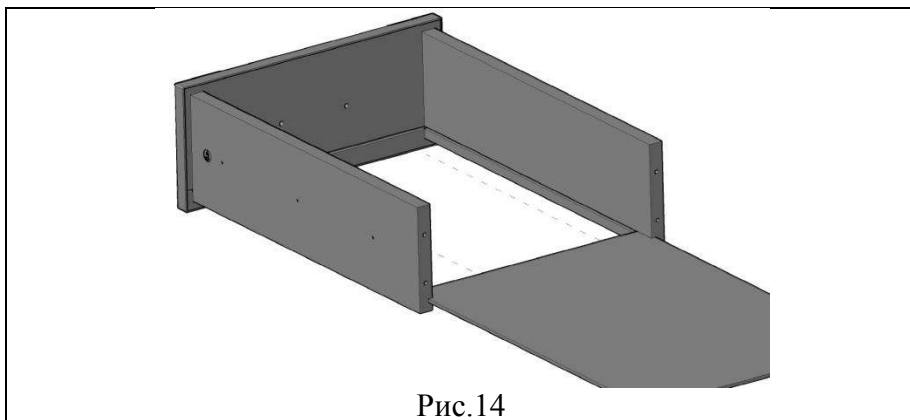

Рис.14
4.2.3. В сборку п. 4.2.2. вставить дно (поз.11) в паз. (см. рис. 14)